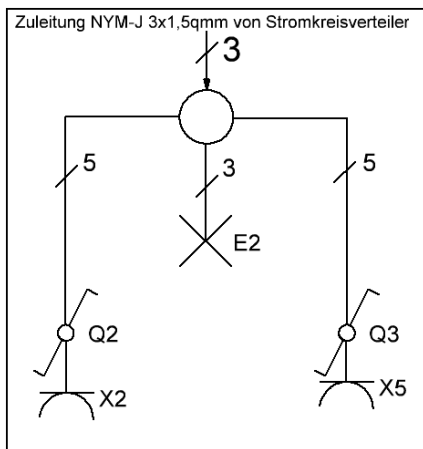

Abb. 26: Übersichtsschaltplan der Installationsschaltung für den Flur
Norman hat hierfür auch schon einen entsprechenden Übersichtsschaltplan und einen Stromlaufplan in aufgelöster Darstellung gefunden (siehe Abb. 26 und Abb. 27). Leider fällt Norman der richtige Begriff für diese Art der Lampenschaltung gerade nicht ein.
- i.) Estelle hat damit begonnen den Stromlaufplan in zusammenhängender Darstellung für die Sparwechselschaltung im Flur zu zeichnen. Unterstütze sie und vervollständige den Stromlaufplan mithilfe von Abb. 26 und Abb. 27.
Ebenso im Übersichtsschaltplan des Flures (Abb. 26, S. 57).